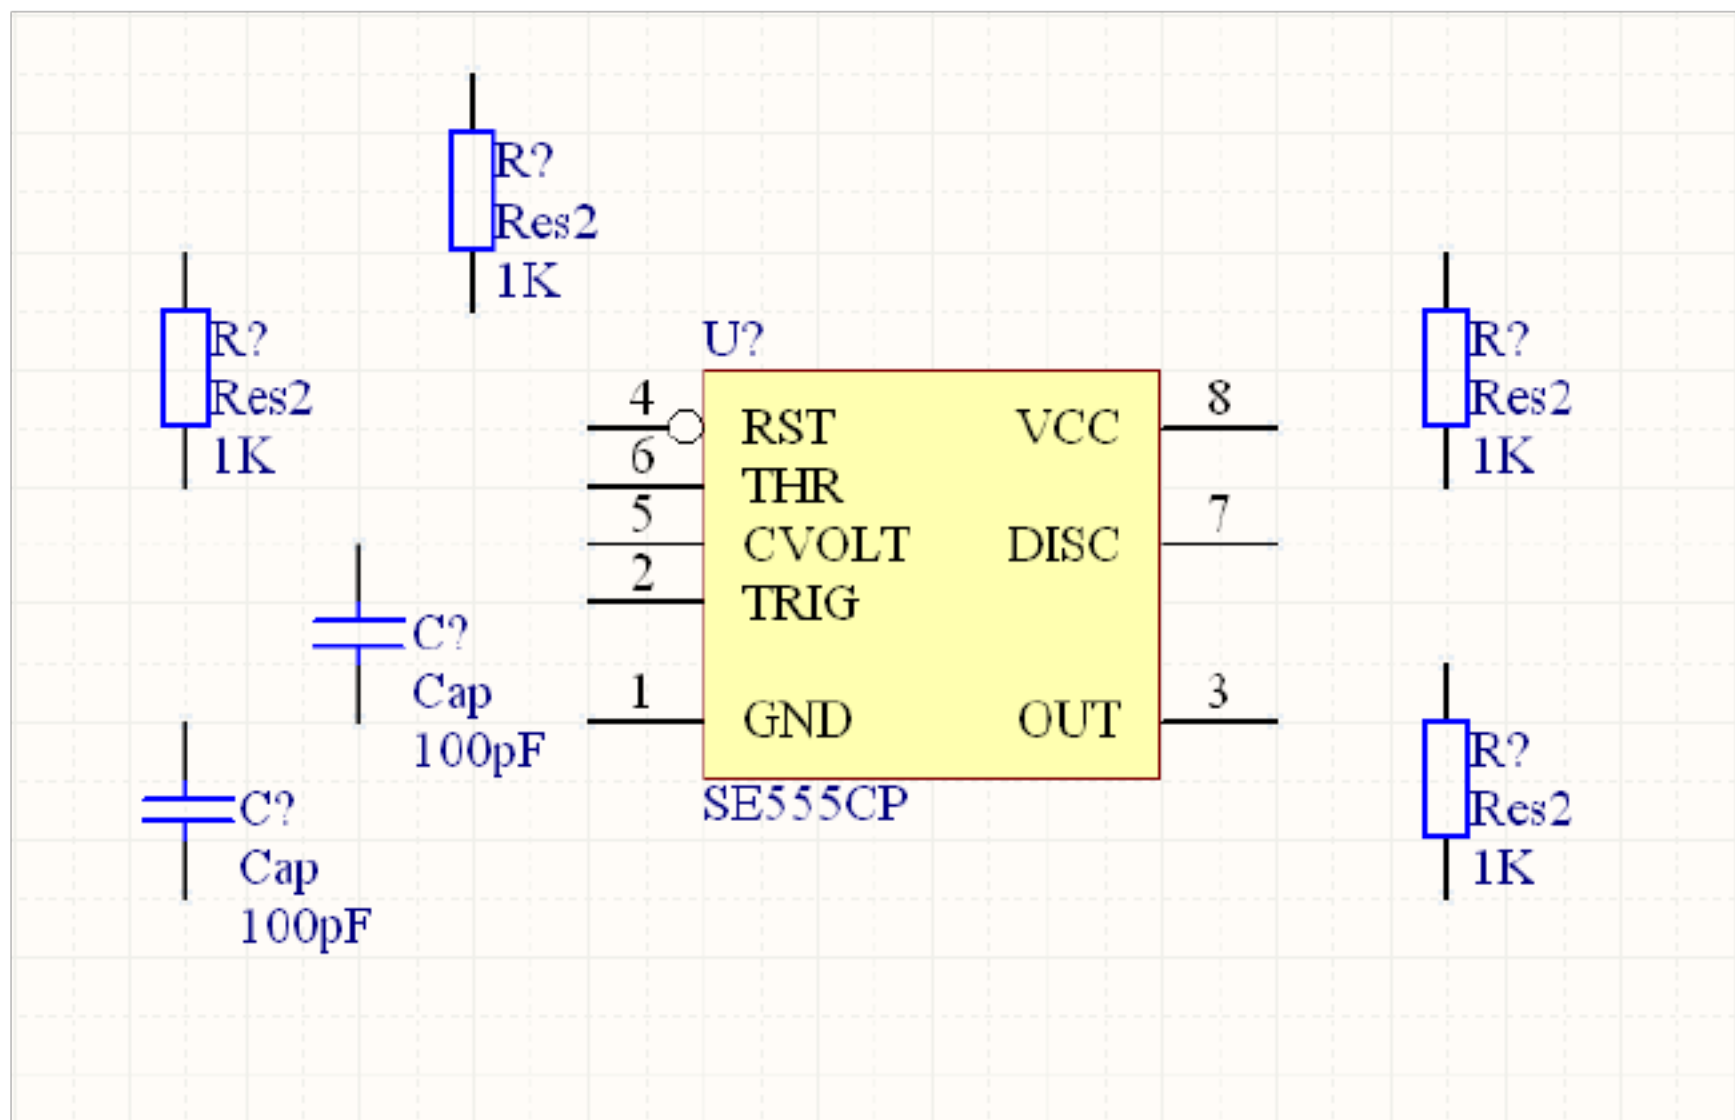

图 2-8 元器件旋转后的分布效果
(4) 旋转元器件，在调整好元器件的分布后，就要按设计的要求进一步对元器件进行调整。单击所需要旋转的元器件并按住不放，此时光标变成十字形状，元器件变成虚线形状。同时单击空格键进行旋转，当元器件角度符合要求时，松开鼠标，确元器件的位置。按此方法对其他元器件进行旋转，旋转后的效果如图 2-8 所示。